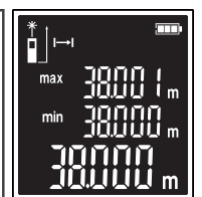

Fig. 8
- La valeur de la mesure actuelle s'affiche à l'écran. (Fig. 8)